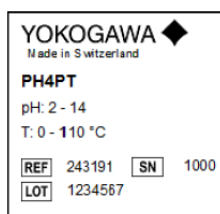
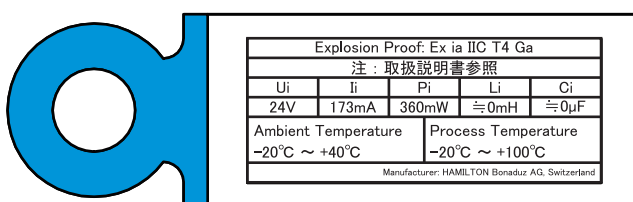

図1 ネームプレート（PH4PTの場合）
図2 防爆タグ（防爆表示）、型式検定合格標章は裏面に記載されます
- PH4PT、PH4FT、PH4CT には、下記のネームプレート（図 1）および防爆タグ（防爆表示と型式検定合格標章）（図 2）が添付されています。（同じ領域内に、これ以外の図・文字がマーキングされている場合があります。）